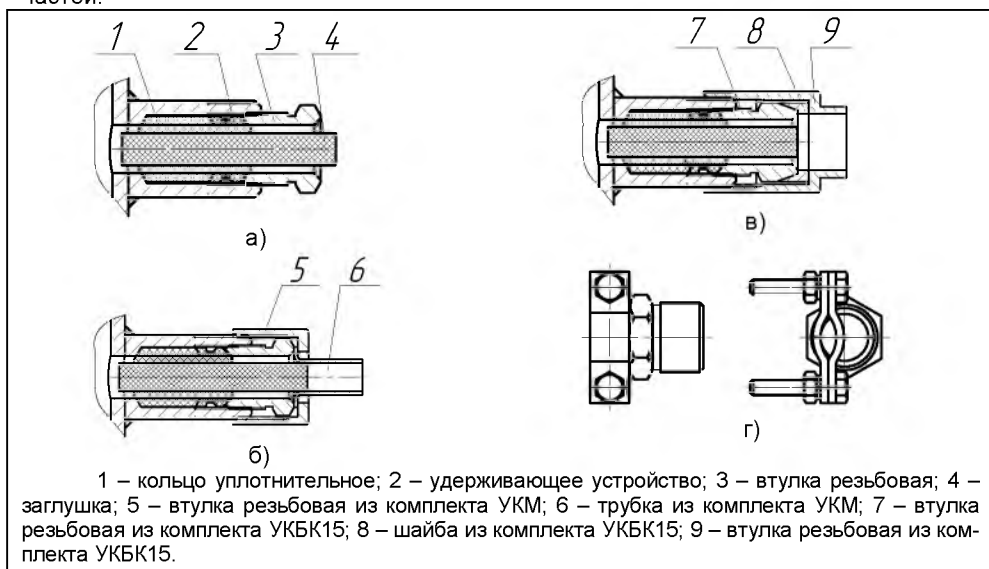

Рисунок 6 – Элементы кабельных вводов:
5.1.1 Сигнализатор изготавливается с кабельным вводом **D12** (см.рисунок 6).
Кабельный ввод **D12** содержит (рисунок 6): кольцо уплотнительное 1, удерживающее устройство 2, втулку резьбовую 3, резиновую заглушку 4.
штулки резьбовой 5 и трубка 6 (рисунок 6,б). Комплекты предназначены для крепления металлорукава с внутренним диаметром 10 мм (УКМ10) или 12 мм (УКМ12).
Комплект **УКБК15** (устройство крепления бронированного кабеля) состоит из штулки резьбовой 7, устанавливаемой взамен штулки 3, шайбы 8 и штулки резьбовой 9 (рисунок 6,в). Фиксация брони кабеля осуществляется между штулками 7 и 8 при наворачивании штулки резьбовой 9. Комплект предназначен для крепления бронированного кабеля с наружным диаметром до 15 мм.
Комплект **УК16** (устройство крепления) состоит из штулки резьбовой с хомутом (рисунок 6,г), устанавливаемой взамен штулки 3 и позволяет хомутом закреплять металлорукав или броню кабеля, а так же обеспечивать дополнительное крепление самого кабеля. Комплект предназначен для крепления кабеля, металлорукава с наружным диаметром до 16 мм.